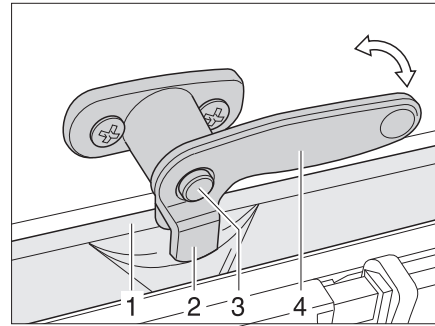

Bild 75 Låsspak med låsknapp i läget "kontinuerlig vädring"
- Tryck på låsknappen (Bild 75,3) om sådan finns och håll den nedtryckt.